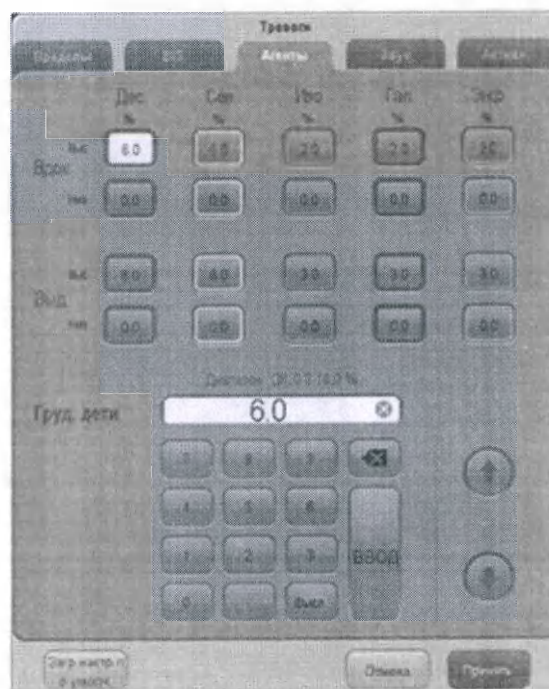

РИСУНОК 9-3 Вкладка «Агенты»
2. Откройте вкладку «Пределы» (см. РИСУНОК 6-7) или «Агенты» (см. РИСУНОК 9-3).